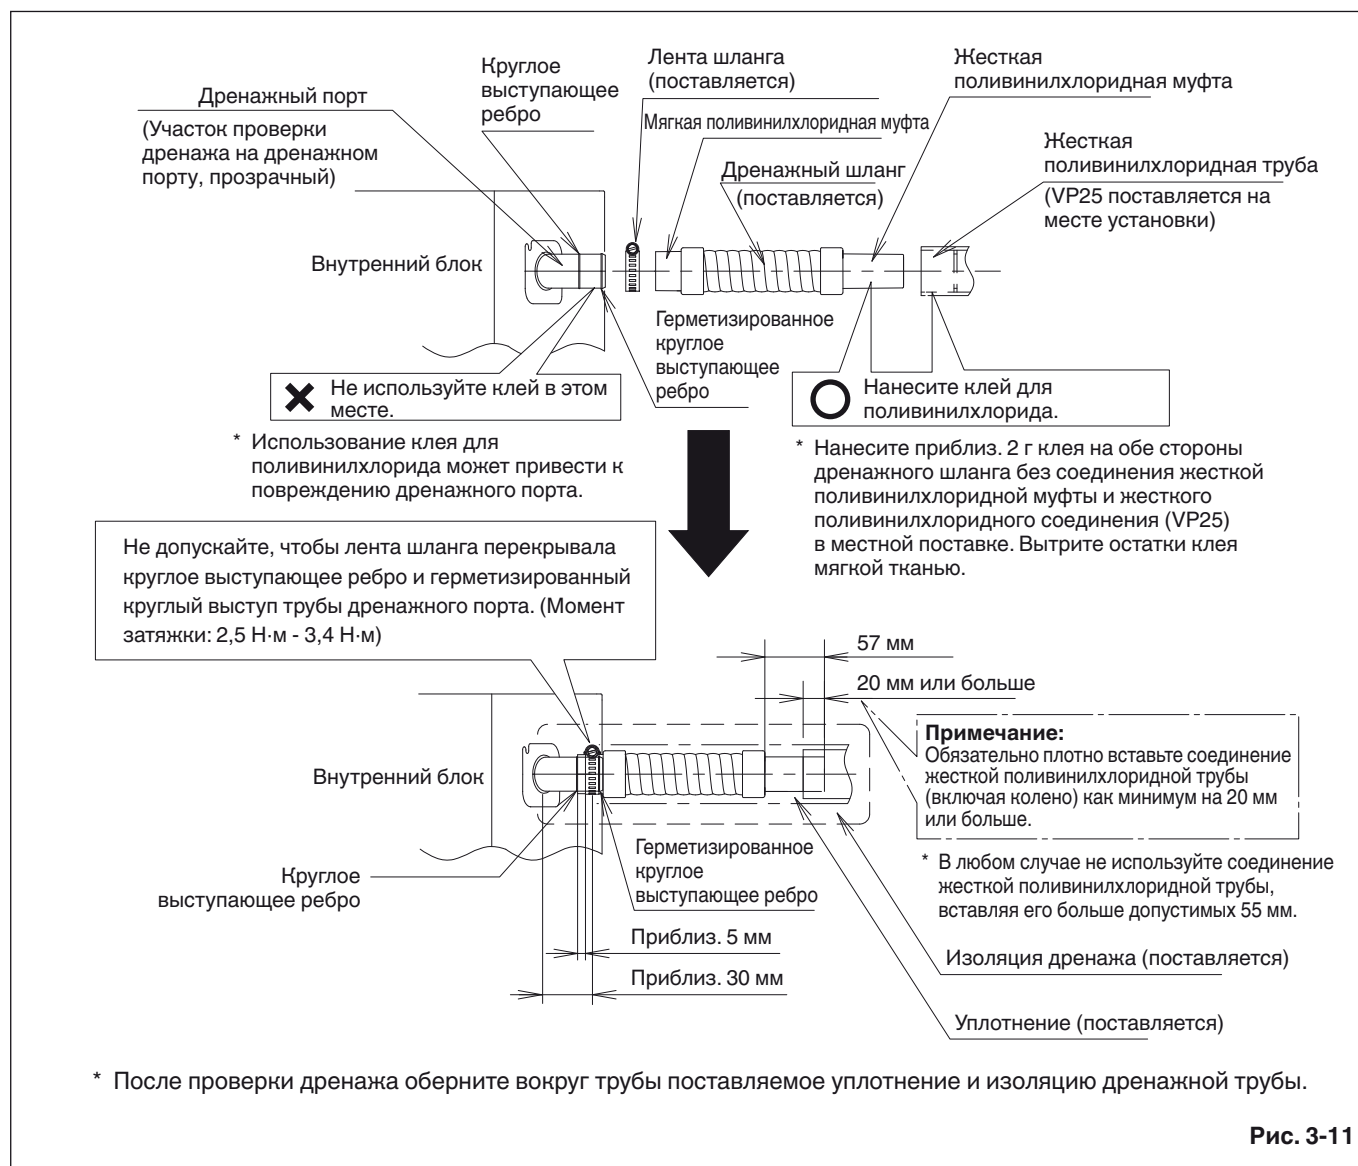

Рис. 3-11
- 3) Переместите ленту шланга таким образом, чтобы центр ленты шланга можно было поместить на расстоянии приближ. 30 мм от внешней пластины внутреннего блока. (Рис. 3-11)